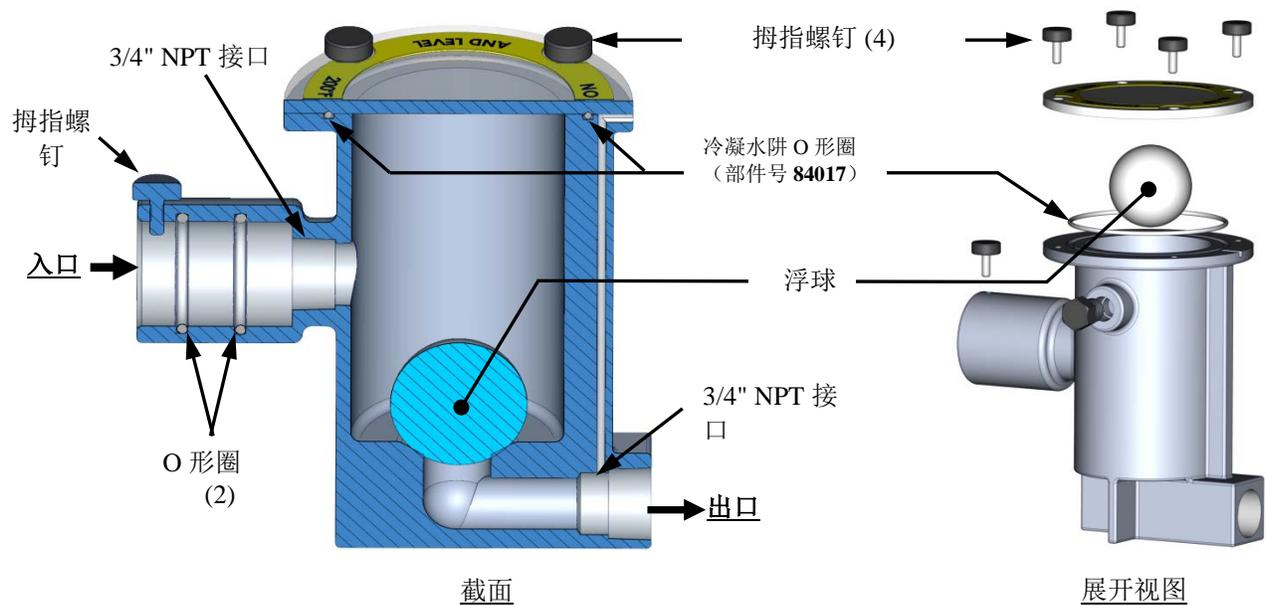

图 7-6: 外部冷凝水阱 - 横截面和展开视图
1. 松开并卸下冷凝水阱（图 7-6）入口和出口侧的连接，以断开外部冷凝水阱。
2. 松开用于固定冷凝水阱盖的四 (4) 颗拇指螺钉，然后卸下阱盖及其下方的 O 形圈。